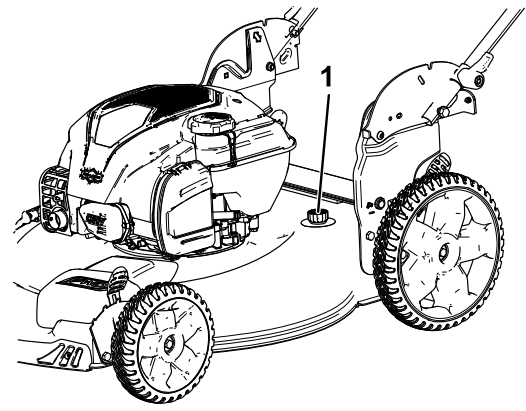

Figura 22
5. Conecte una manguera de jardín que esté conectada a un grifo al orificio de lavado (Figura 22).